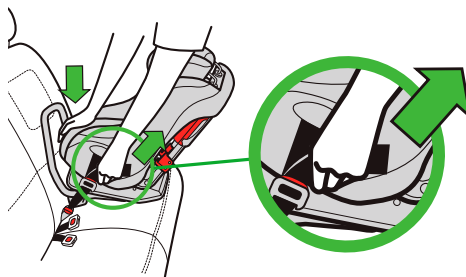

Figura 48
- Presione el centro del asiento de seguridad para oprimir el cojín del asiento del vehículo y tire del extremo del cinturón LATCH a fin de apretarlo, como se ilustra en la **figura 48**.